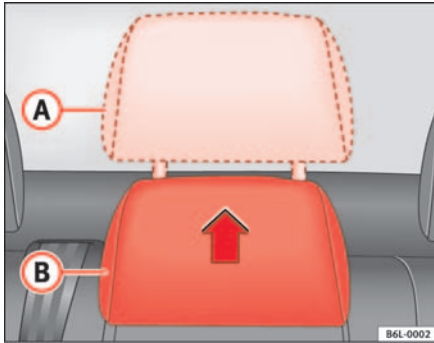

Abb. 5 Einstellung der mittleren hinteren Kopfstütze
- Erhöhte Position oder Gebrauchsstellung **A** ⇒ Abb. 5. In dieser Position verhält sich die Kopfstütze wie eine konventionelle Kopfstütze und schützt den Insassen auf dem mittleren Rücksitz in Verbindung mit dem Sicherheitsgurt.
- Außergebrauchsstellung **B** ⇒ Abb. 5. In der Außergebrauchsstellung wird die Sicht des Fahrers verbessert.